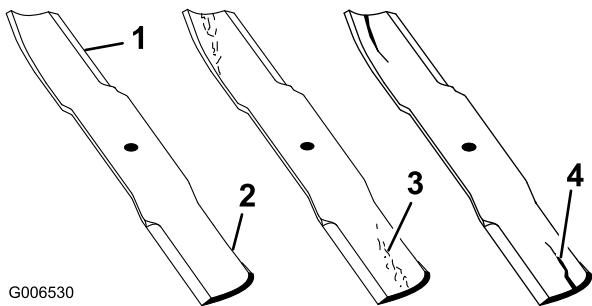

Figura 59
1. Inspeccione los filos de corte (Figura 59). Si los bordes no están afilados o tienen muescas, retire las cuchillas y afílelas. Consulte Afilado de las cuchillas.
2. Inspeccione las cuchillas, especialmente la parte curva (Figura 59). Si observa daños, desgaste o la formación de una ranura en esta zona (elemento 3. en la Figura 59), instale de inmediato una cuchilla nueva.